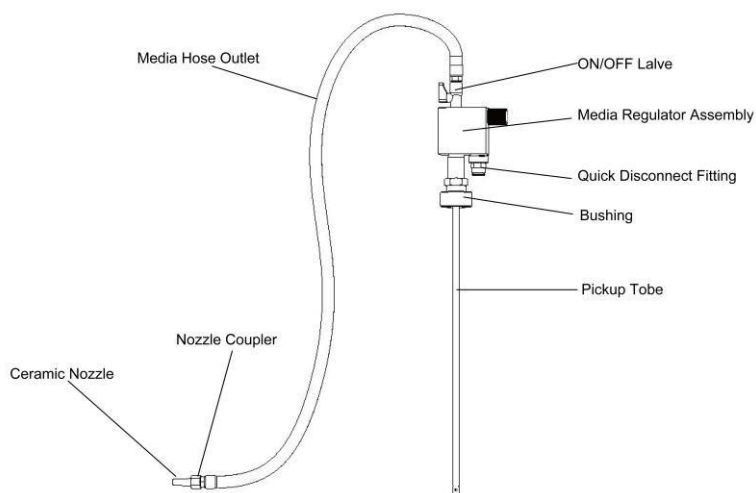

Figure 2
2. Vi rekommenderar att du monterar regulatoren först (bild 2).
Vrid kvartal-tums ventil 2 (bild 2) fast.